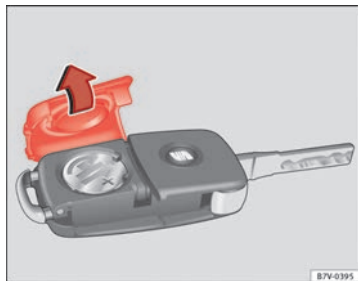

Fig. 15 Clé du véhicule : couvercle du compartiment de la pile.
- Retirez le couvercle de la partie arrière de la clé du véhicule ⇒ fig. 15 dans le sens de la flèche ⇒ ①.
- Placez le couvercle sur le boîtier de la clé du véhicule et appuyez comme indiqué ⇒ fig. 15, dans le sens contraire de la flèche, jusqu'à ce qu'il s'enclastre.